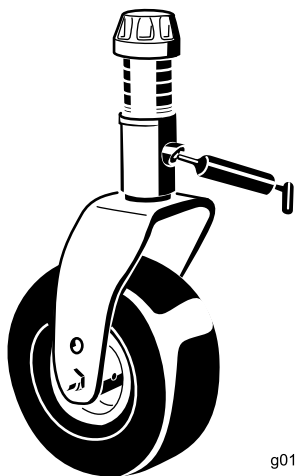

Рисунок 77
- Втулки валов вилок поворотных колес (2 шт.) (Рисунок 77)